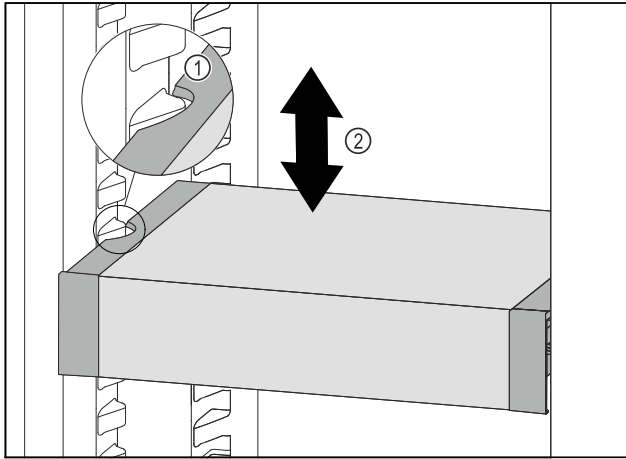

Fig. 92
- ▶ VarioSafe çekmecesini, VarioSafe çekmecesinin yandaki boşlukları soğutma bölümündeki yerleştirme çıkıntıları yüksekliğine gelene kadar öne doğru çekin. Fig. 92 (1)
- ▶ Soğutma bölümünde VarioSafe çekmecesini, istediğiniz yüksekliğe ulaşana kadar yukarı veya aşağı hareket ettirin. Fig. 92 (2)